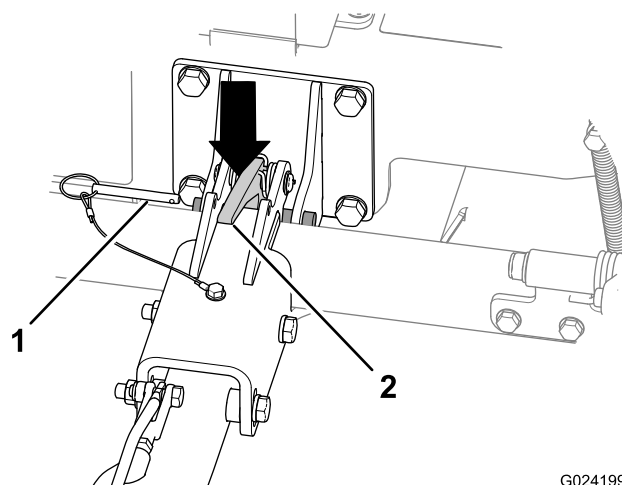

Figura 18
- A. Retire o pino de bloqueio (Figura 18).
- C. Empurre o trinco do engate para desengatar o engate (Figura 18).